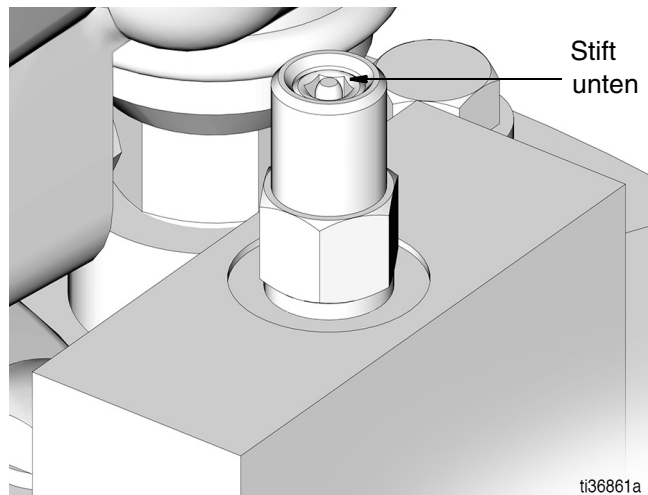

ABB. 19
2. Überprüfen, ob der Stift des Absperrventils (S) der Automatikbefüllung unten ist, d. h. dass er zurückgesetzt wurde (ABB. 19).